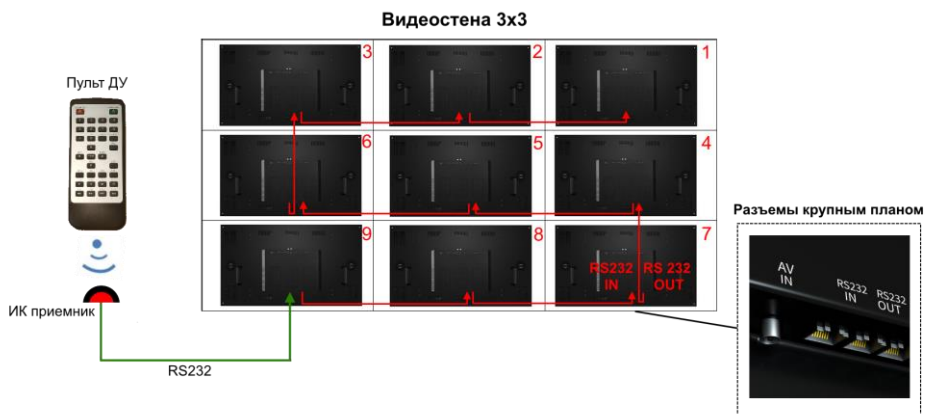

Рис. 5 Схема соединения ЖК панелей в составе видеостены для единого управления с пульта ДУ (вид сзади)
Панели из состава видеостены соединяются друг с другом по цепочке в определенном порядке с помощью комплектных патчкордов (пример на рис.5) для того, чтобы реализовать единое управление видеостеной с одного пульта ДУ.
- 1) Подключите панели друг за другом от последнего к первому комплектными патчкордами в порты RS232OUT / RS232IN согласно схеме, представленной на рис. 5 (стр. 9);